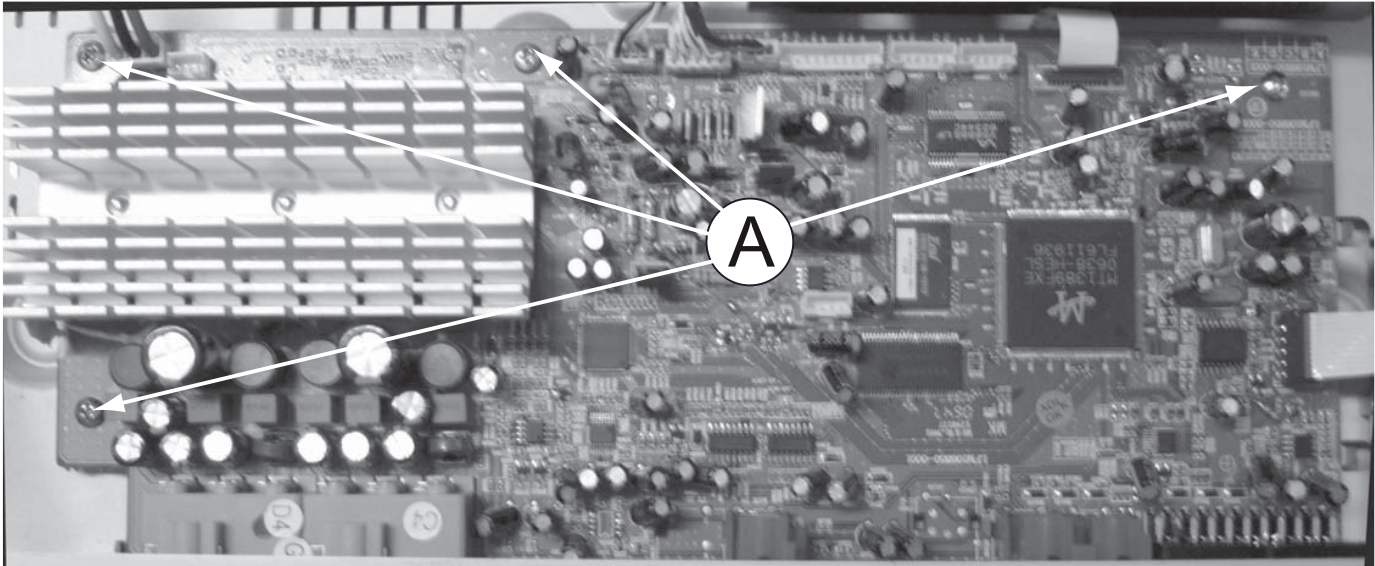

Figura 4
- 1) Solte os 4 parafusos “ A “ na parte superior do painel como mostra a figura 4.